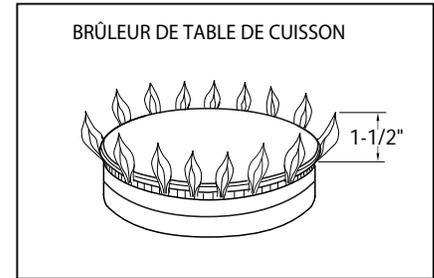

Fig. 18 Flamme du brûleur correcte
*Il n'est pas possible d'effectuer un réglage de l'obturateur d'air sur les brûleurs de la table de cuisson. Les flammes du brûleur doivent être bleues et stables, sans pointe jaune (quelques pointes jaunes sont chose normale pour du gaz propane) ni bruit excessif, et ne doivent pas tirer vers le haut (Fig. 18).*